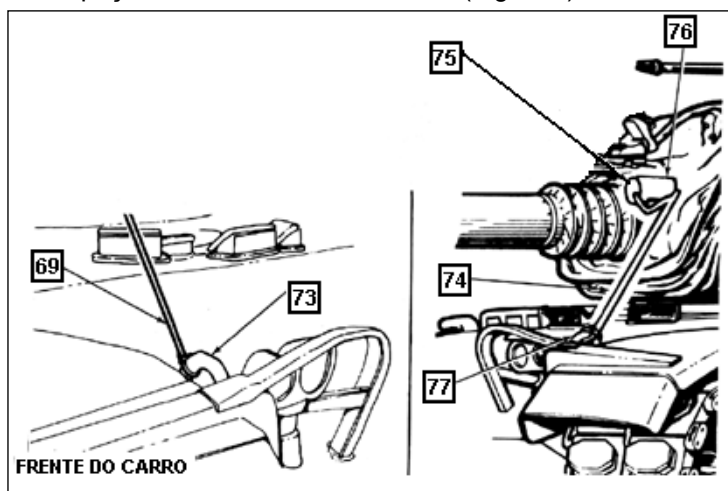

Fig 8-31. Amarração da coifa da Mtr coaxial
(24) A segunda peça(74) unirá a coifa da Mtr Coax(75) ao anel da braçadeira de soltura rápida(76) com nós firmes, passando pelo olhal de içamento do(77), onde a peça será amarrada firmemente. (Fig 8-31)